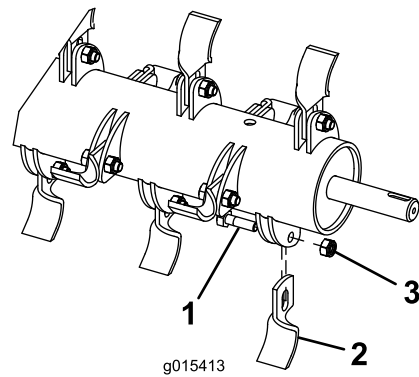

Figura 6
1. Sujeta la cuchilla con un trapo o un guante acolchado y retire la tuerca, el perno de la cuchilla y la cuchilla (Figura 6).
3. Instale una cuchilla nueva con un perno nuevo y una tuerca nueva (Figura 6).